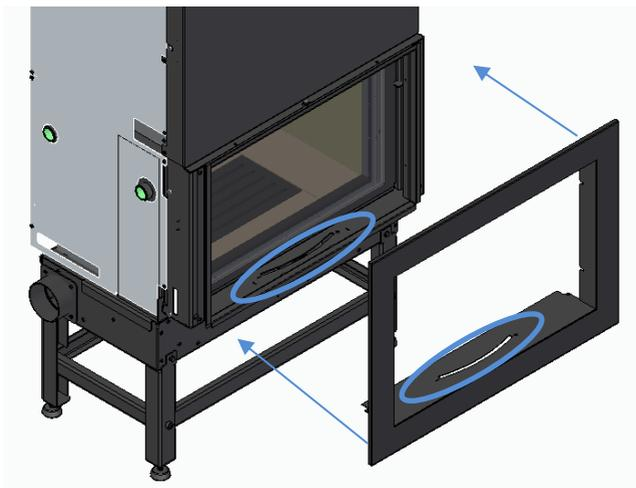

Figura 46
- b) Colocar o aro sobre o equipamento tal como se mostra na Figura 46. No caso dos modelos Trevi Eco 700 e 850, certificar-se de que os canais coincidem na parte interna inferior para poder regular a entrada de ar sem dificuldade.